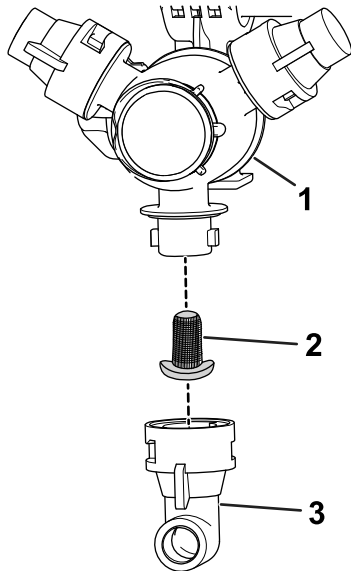

Figura 148
2. Retire la boquilla de la torreta de fumigación (Figura 148).
3. Retire el filtro de boquilla usado (Figura 148).
4. Instale el filtro de boquilla nuevo (Figura 148).
5. Instale la boquilla en la torreta de fumigación (Figura 148).